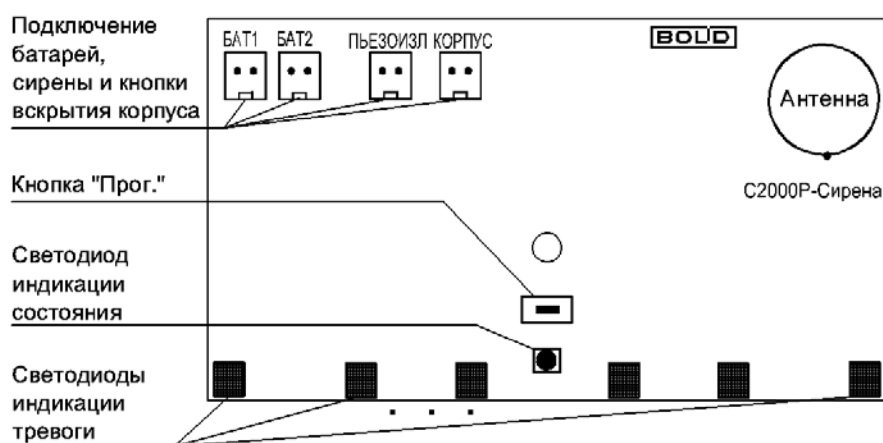

Рисунок 2.2 Расположение элементов на плате
На плате оповещателя располагаются органы управления прибором и разъёмы подключения (см. Рисунок 2.2):
Для подключения питания следует открыть корпус оповещателя и подключить разъёмы комплекта элементов питания к клеммам «БАТ1» и «БАТ2» на плате прибора, соблюдая полярность (см. Рисунок 2.2). Порядок подключения значения не имеет.
- Нажать кнопку «Прог.» на плате оповещателя (см. Рисунок 2.2) на время более 3 секунд.
Тест качества связи запускается посредством короткого нажатия на кнопку «Прог.» на плате прибора (см. Рисунок 2.2). Запуск процедуры может занимать до 2 секунд, при этом прибор осуществляет анализ радиоэфира и регистрацию на оптимальном ПКП или ретрансляторе.
- Отключите все источники питания и зажмите кнопку «Прог.» на плате устройства (см. Рисунок 2.2) до полной разрядки конденсаторов (5-10 с);
- После загорания индикатора красным цветом одновременно нажмите кнопку «Прог.» и кнопку вскрытия корпуса (см. Рисунок 2.2);